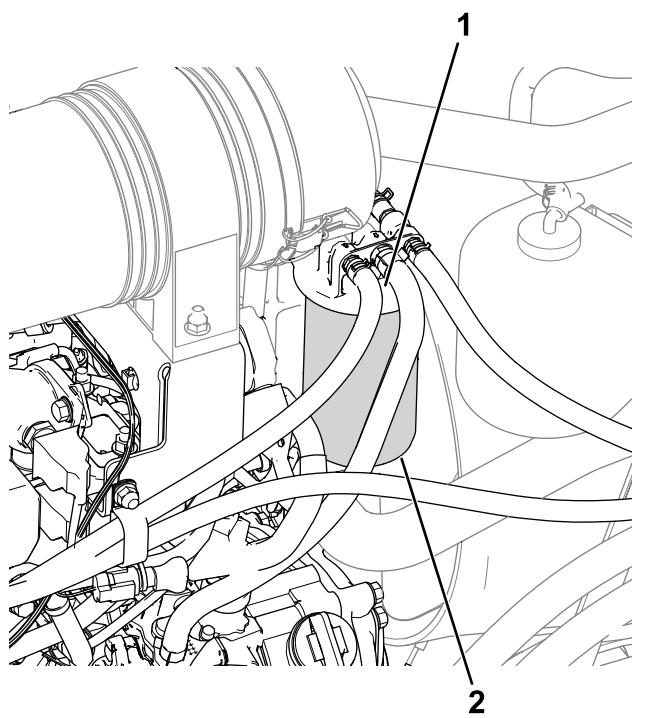

Figura 55
1. Limpie la zona alrededor de la cabeza del filtro de combustible (Figura 55).
2. Retire el filtro y límpie la superficie de montaje de la cabeza del filtro (Figura 55).